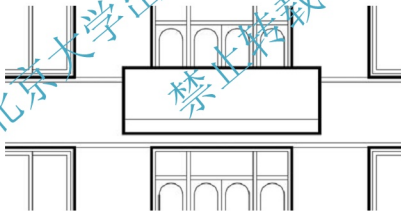

图 4.44 绘制阳台板下部分隔线
(5) 打开【正交】、【对象捕捉】和【对象追踪】功能。
(6) 启动【直线】命令(快捷键 L)。
① 在指定第一点: 提示下, 将光标放到阳台的左下角点, 当出现端点捕捉后不单击, 然后将光标轻轻地向上拖出虚线, 此时输入“300”后按 Enter 键, 指定直线的起点位于距离阳台左下角点垂直向上 300mm 处。
② 在指定下一点或[放弃(U)]: 提示下, 将光标向右拖动, 输入“4200”后按 Enter 键结束命令, 指定直线的长度为 4200mm, 结果如图 4.44 所示。